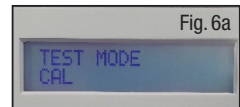

Fig. 6a
- Sæt strømledningen ind i strømenheden og ind i stikkontakten. Tænd for strømenheden, mens der samtidig trykkes på NED-pileknappen. Når strømenheden er startet, skal du slippe NED-pileknappen. Du kan nu åbne testmenuen. Strømenheden viser "TESTILSTAND KALIBRER" (Fig. 6a).